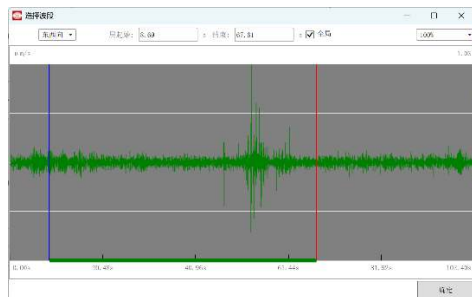

图 8.6 选择波段
3. 选择波段：对采集所有波形，进行不同时间的波形分析处理；如图 8.6 所示。